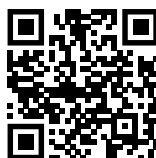

Fig. 85
- Öffnen sie das Liebherr SmartMonitoring Dashboard. (siehe Fig. 85)